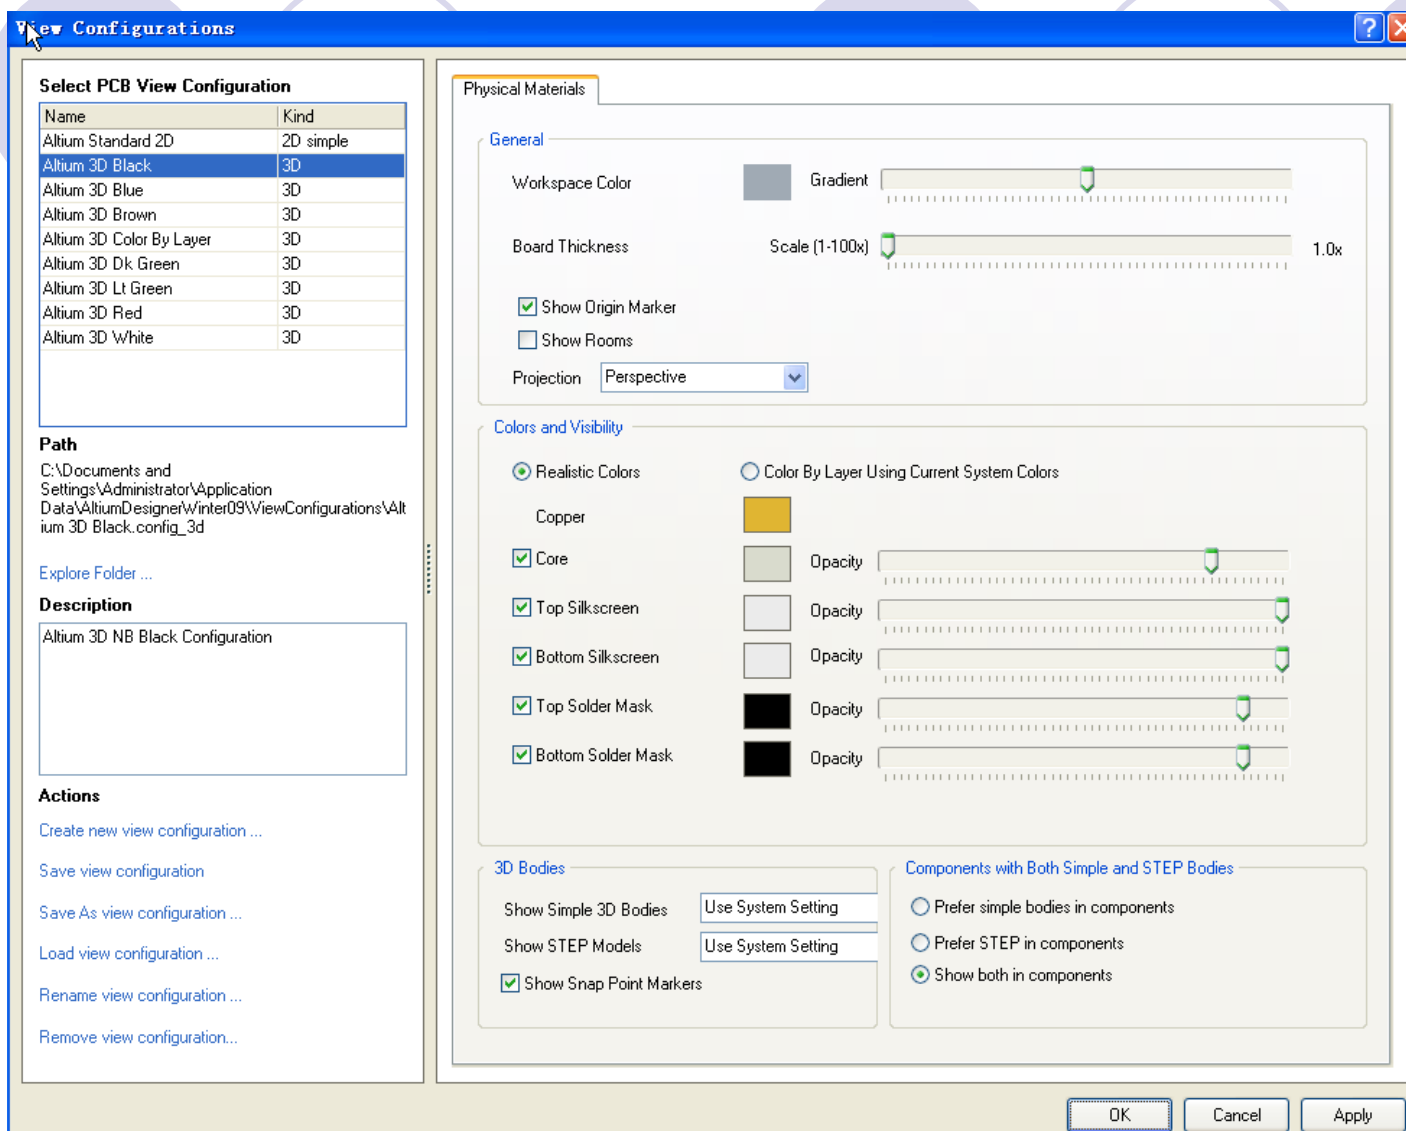

图3-42 板层和颜色设置对话框
- ①用鼠标右键拖拽圆盘中心点Center Dot，任意方向旋转视图。
- ②用鼠标右键拖拽圆盘水平方向箭头（Horizontal Arrow），关于Y轴旋转视图。
- ③用鼠标右键拖拽圆盘垂直方向箭头（Vertical Arrow），关于X轴旋转视图。
- 使用上述的操作命令，设计者可以非常方便的在3D显示状态实时查看正在设计板子的每一个细节。使用板层和颜色设置对话框可以修改这些设置，通过菜单Design→Board Layers & Colors或者快捷键‘L’来访问此对话框如图3-42所示。用该对话框，设计者根据板子的实际情况设置相应的板层颜色，或者调用已经存储的板层颜色设置。这样，3D显示的效果会更加逼真。